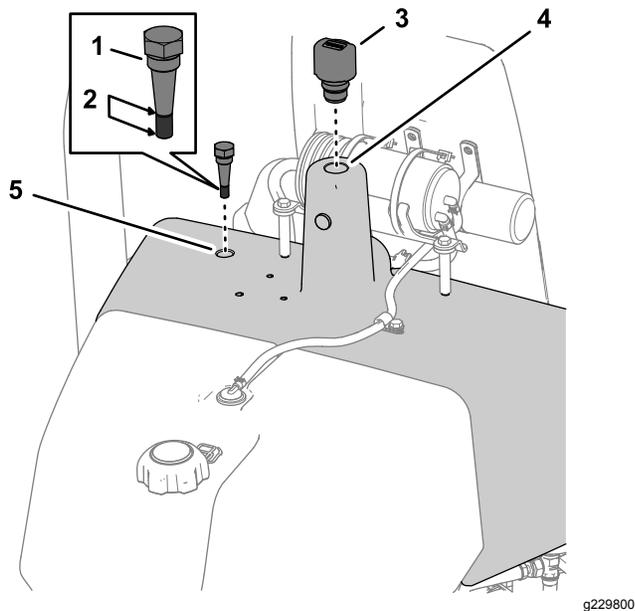

Рисунок 51
3. Выверните масломерный щуп, расположенный в верхней части гидравлического бака, протрите его дочиста, еще раз вставьте в бак и затем снова выньте из бака (Рисунок 51).
гидравлического бака (Рисунок 51) и медленно доливайте в бак гидравлическую жидкость указанного типа, пока ее уровень не достигнет канавки на масломерном щупе; см. раздел Замена гидравлической жидкости и фильтров (страница 45).
5. Вставьте масломерный щуп и сапун в гидравлический бак (Рисунок 51).